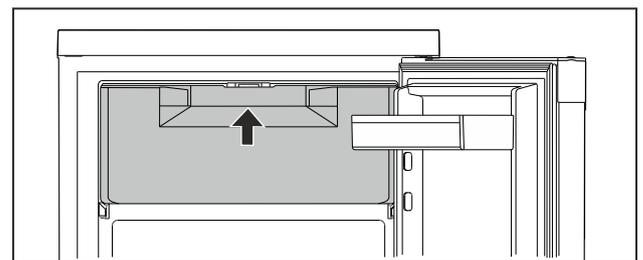

Fig. 44
- ▶ Griffbereich von unten eingreifen. (siehe Fig. 44)
- ▶ Tür schließen und von vorne auf der Griffplatte drücken bis sie einrastet. (siehe Fig. 44)